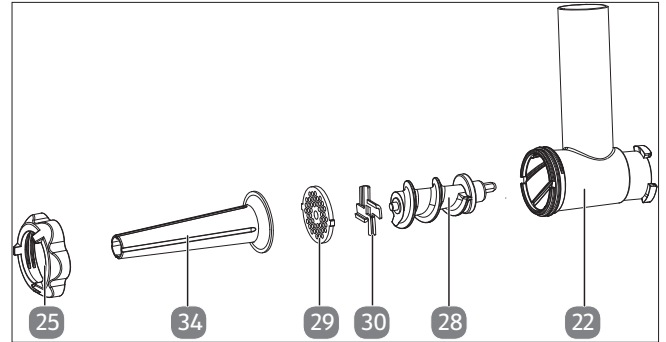

Afb. 19 – Accessoires worst maken
1. Monteer de accessoires zoals afgebeeld (zie Afb. 19).